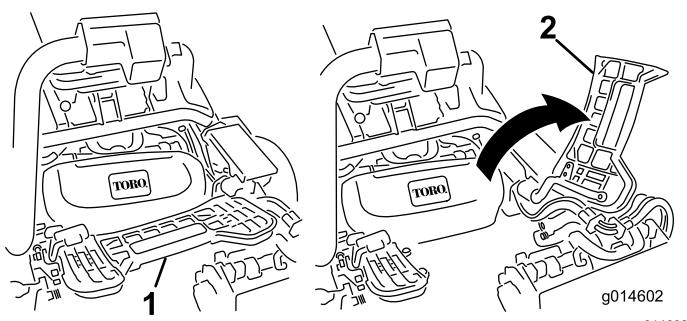

Bild 47
1. Heben Sie die Fußplattform an und schwenken sie in die geöffnete Stellung, um die Stellung der mittleren Schneideeinheit zugänglich zu machen (Bild 47).